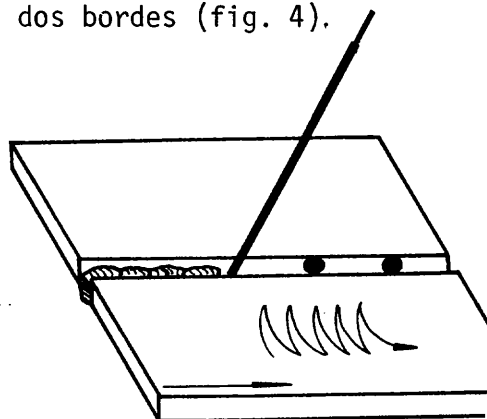

Fig. 4
- b Oscile el electrodo cubriendo los dos bordes (fig. 4).